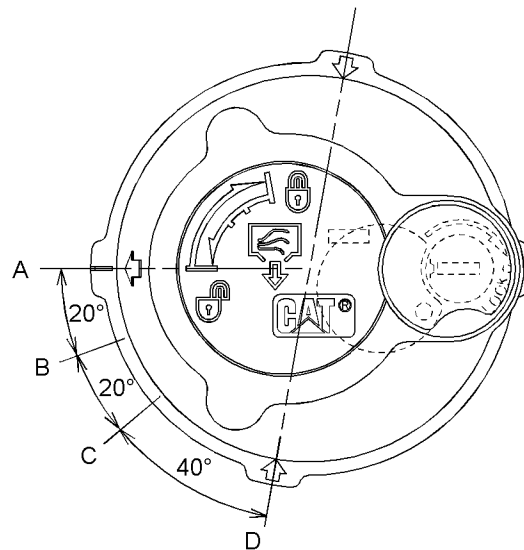

Fig. 496
- (A) LÅST position
- (B) AFLASTNING AF TRYK - START-position
- (C) AFLASTNING AF TRYK - SLUT-position
- (D) ÅBEN position
3. Aflast det tryk, der kan findes i returhydraulikkredsløbet, ved hjælp af følgende procedure. Se fig. 496 for at få vist påfyldningsdækslets positioner.
- a. Drej påfyldningsdækslet mod uret, og flyt pilen fra position (A) til position (B).
- b. Aflast trykket i mindst 45 sekunder ved at flytte pilen fra position (B) til position (C).
- c. Tryk påfyldningsdækslet ned, og flyt pilen fra position (C) til position (D).
- d. Når trykket i tanken er udlignet, skal du spænde påfyldningsdækslet på hydrauliktanken til position (A).